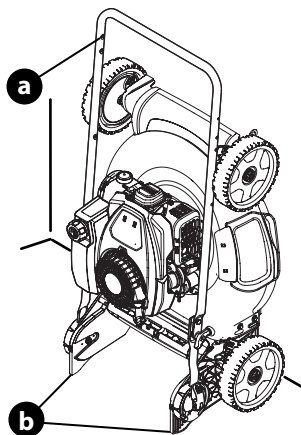

Figure 21
6. Tenez le guidon (a) et relevez la tondeuse pour qu'elle repose sur ses roues arrière et sur les supports du guidon (b). Voir Figure 21.